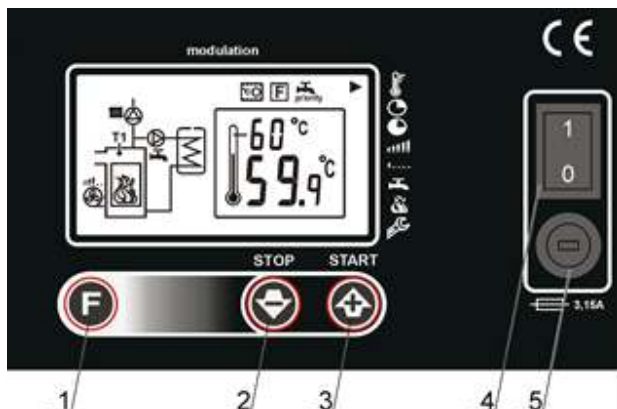

Рис. 1 Вид клавиатуры
Регулятор запускается при помощи нажатия сетевого выключателя (4) Рис. 1. На самом начале появляется информационное окно с версией программы после чего регулятор переходит на показание главного окна.